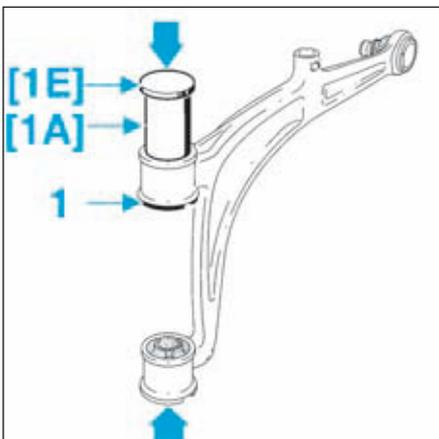

FIG.13
- A l'aide d'une presse, déposer le silentbloc supérieur (1) en prenant appui sur le tube [1A] et le flasque [1E] (Fig.13).